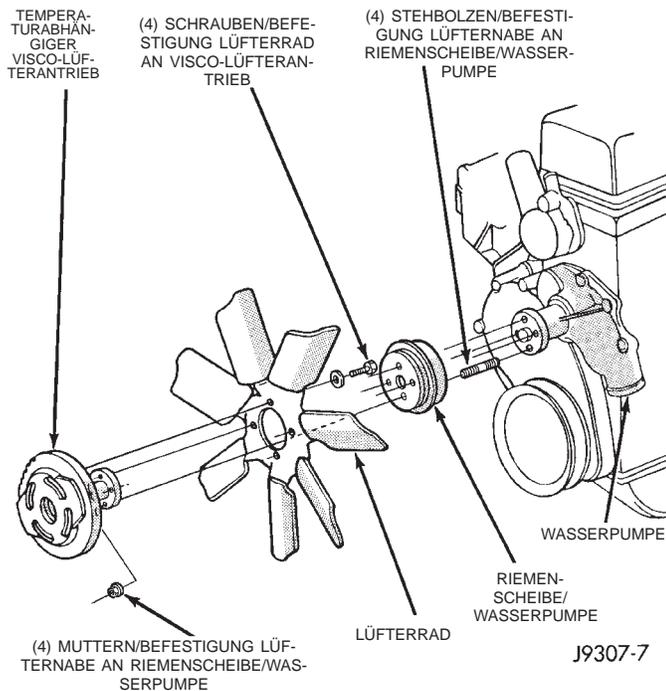

Abb. 18 Lüfter-Befestigungsmuttern
- (1) Das Batterie-Minuskabel (-) abklemmen.
- (2) Das Kühlsystem entleeren.
- (3) Die vier Muttern lockern, mit denen die Lüfternabe an der Riemenscheibe der Wasserpumpe befestigt ist, die Muttern jedoch noch nicht abschrauben (Abb. 18).